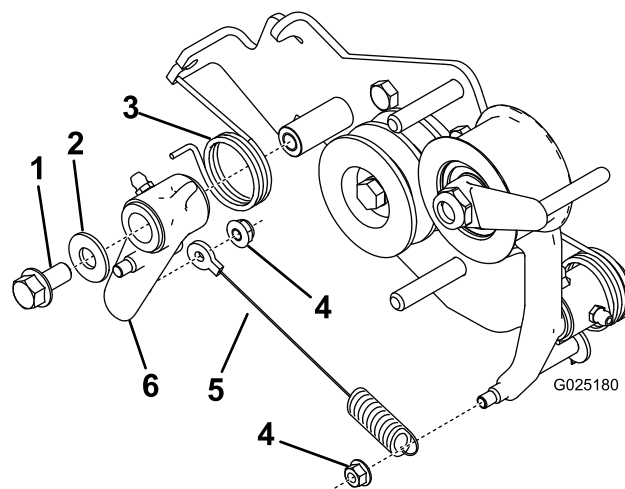

Figura 3
4. Remova o conjunto da alavanca de tração e as peças necessárias do suporte da embraiagem existente e instale-os no novo suporte da embraiagem (Figura 3).
5. Ligue a ligação do cabo existente ao conjunto da alavanca de tração e alavanca da embraiagem utilizando duas porcas da montagem existente (Figura 3).